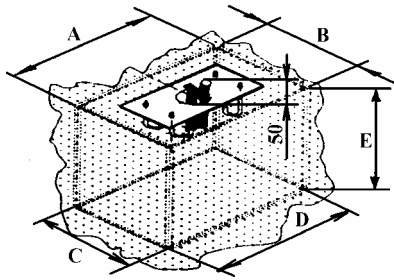

Рис.10 Фундамент и элементы крепления шлагбаума.
- Забетонируйте основание шлагбаума. Фундамент должен иметь пирамидообразную форму (рис.10);